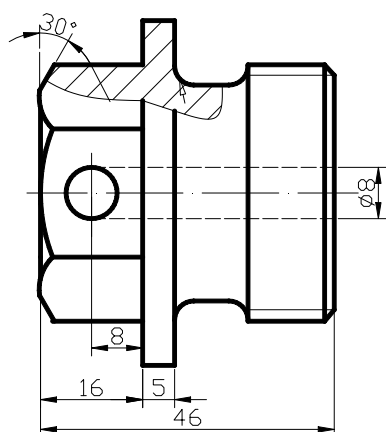
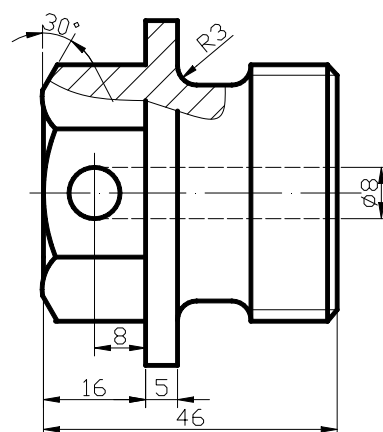

图 7-34 选择半径标注对象
图 7-35 完成半径标注
5、单击【半径标注】按钮，选择如图 7-34 所示的圆弧为标注对象，移动光标到合适位置，单击鼠标，半径标注效果如图 7-35 所示。